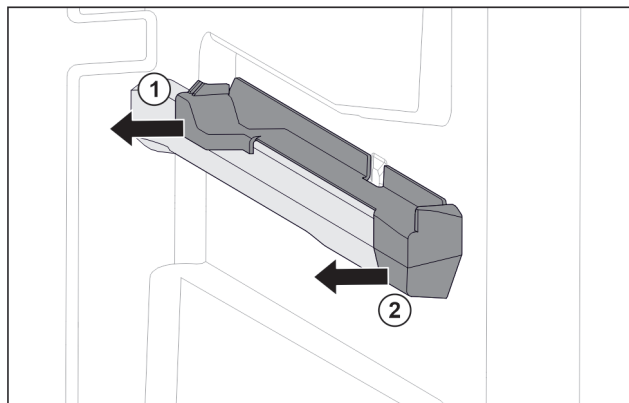

Fig. 93 Вставная часть на правом контейнерном ребре
- ▶ Отодвиньте вставную часть сзади в сторону. Fig. 93 (1)
- ▶ Отодвиньте вставную часть спереди в сторону. Fig. 93 (2)